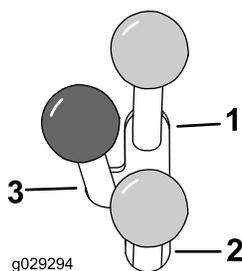

Рисунок 12
- Для работы гидравлическим навесным орудием в прямом направлении переведите рычаг вспомогательной гидравлики вперед (Рисунок 12).
- Для работы гидравлическим навесным орудием в обратном направлении переведите рычаг вспомогательной гидравлики назад (Рисунок 12).
**Примечание:** Если вы отпустите рычаг, когда он находится в положении ВПЕРЕД или НАЗАД, он автоматически вернется в положение НЕЙТРАЛЬ (Рисунок 12).